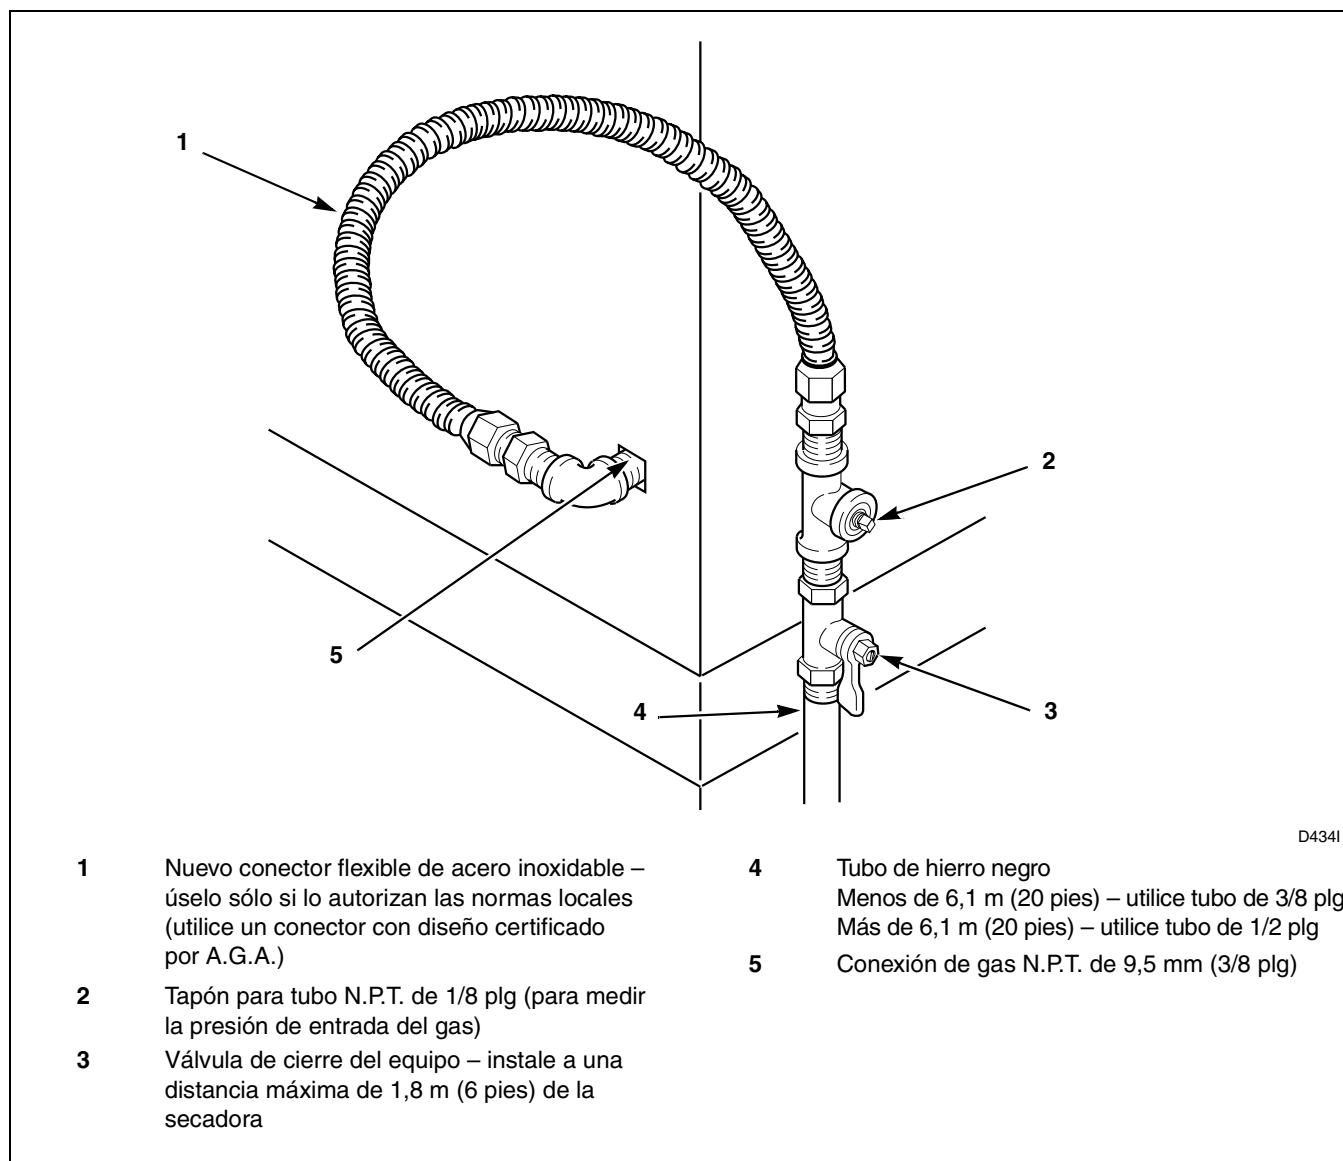

Figura 38
**NOTA:** Al conectarse la secadora a una tubería de gas, debe instalarse una válvula de cierre a una distancia no mayor de 1,8 m (6 pies) de la secadora. Asimismo, debe instalarse un tapón de tubo N.P.T. de 1/8 plg tal como se indica en la *Figura 38*.